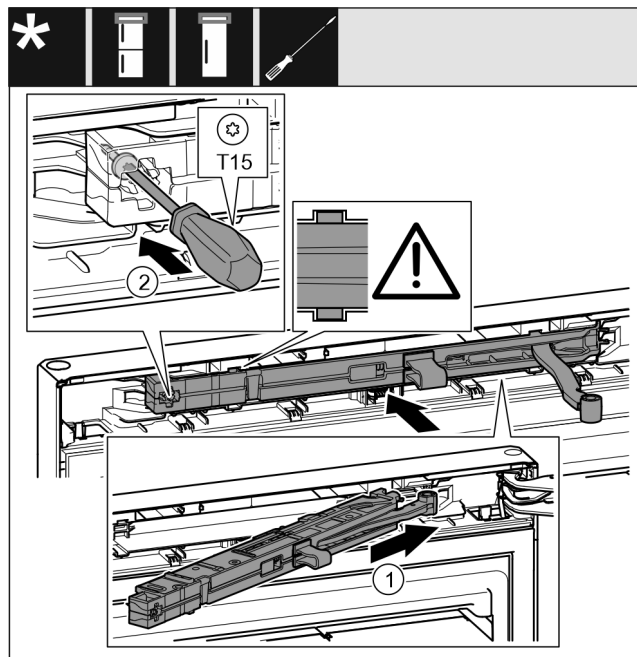

Fig. 60
- ▶ Inserire in diagonale l'unità dell'ammortizzatore di chiusura Fig. 60 (1) nel vano sul lato del blocco di supporto fino a battuta.
- ▶ Stringere la vite Fig. 60 (2) con un cacciavite.